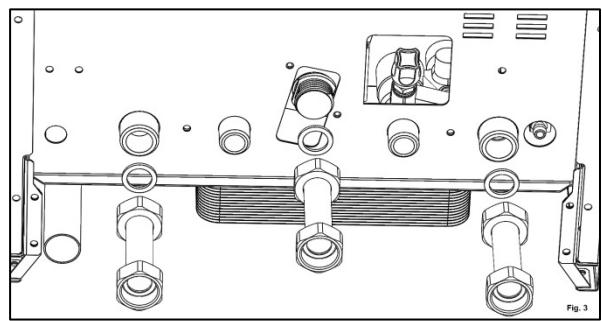

Fig. 3
3. Se montează tevile C pe raccordurile G3/4 ale unității, împreună cu 3 garnituri D, prin strângerea piulițelor până la asigurarea unei etansări corespunzătoare (30Nm). (Fig. 3)